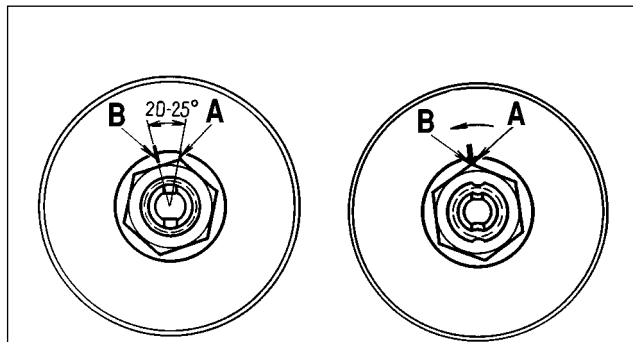

Fig. 4-5. Resserrage et réglage des roulements du moyeu de la roue avant:
- faire le repère **B** (fig. 4-5) sur la rondelle, ensuite débloquent l'écrou à 20 ou 25° jusqu'à la coïncidence du bord droit **A** avec le repère;